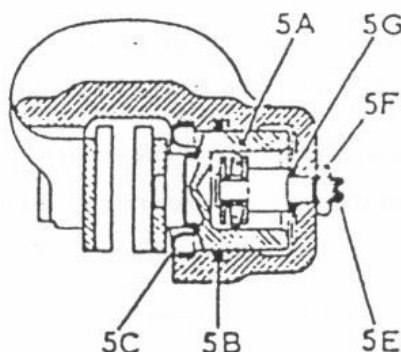

fig. 1
- 7) Démontez le capuchon de protection (5 C) fig. 1 à l'aide d'une lame d'acier à bords arrondis.
Tenir le piston (5 A) muni de son joint (5 G), voir fig. 1, dans la position verticale, le filetage de l'axe 5 E vers le haut. Introduire le piston dans l'alésage en respectant la concentricité piston-alésage.
Le capuchon (5 C fig. 1) n'est pas monté pour l'essai.